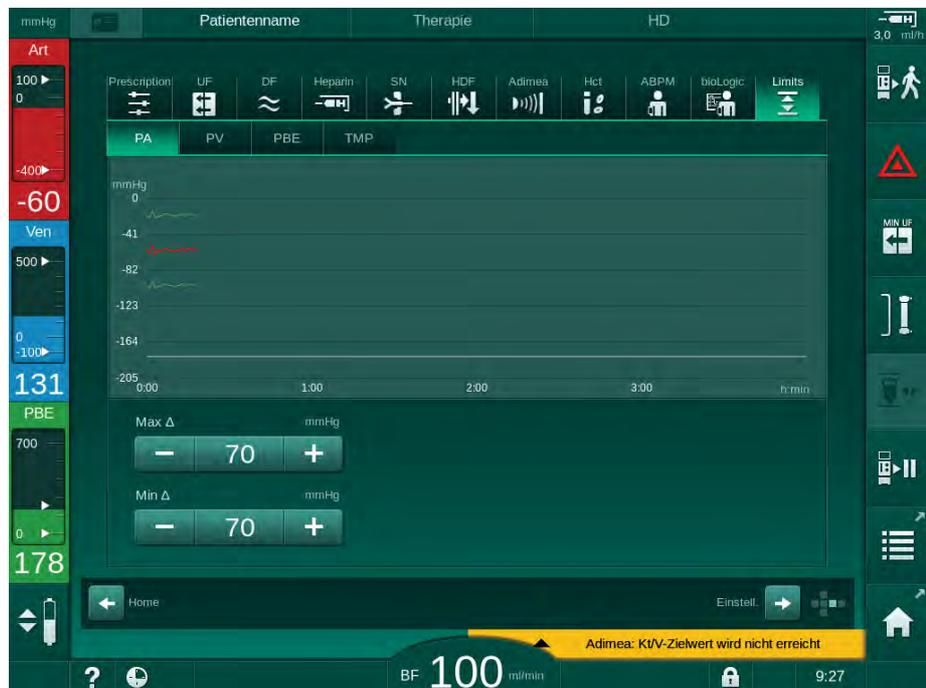
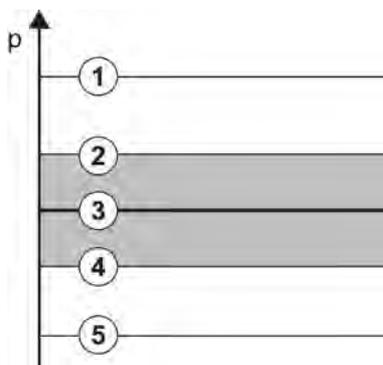

Abb. 5-20 Beispiel für Druckgrenzwerte auf dem *Eingabe*-Bildschirm
Abb. 5-21 Druckgrenzwerte
Die Drücke werden mit Grenzwertfenstern (grauer Bereich in Abb. 5-21) überwacht, die durch den entsprechenden Abstand zwischen dem tatsächlichen Wert ③ und den unteren ④ und oberen ② Grenzwerten (Min./Max.-delta-Werte) definiert werden. Die Summe dieser beiden Abstände ergibt die Breite des Grenzwertfensters, d.h. im Beispiel in Abb. 5-20 : 70 + 70 = 140 (mmHg).